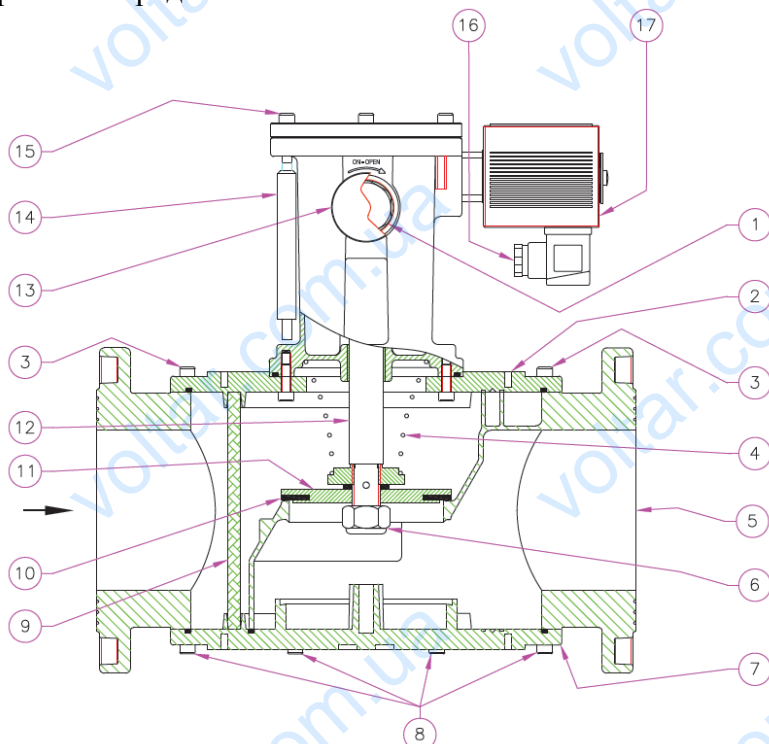
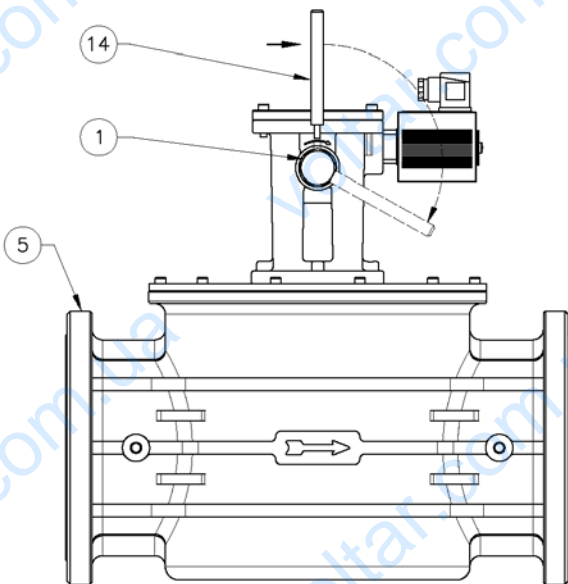

Рис. 3
Рис. 8
Для DN 65 ÷ DN 350 (Рис. 3) открутить фиксирующие винты 3 и снять крышку 2; проверить золотник 11 и, если это необходимо, заменить уплотнительное резиновое кольцо 10. Проверьте состояние фильтрующего элемента 9. При необходимости продуйте его воздухом или промойте в мыльном растворе. Затем собрать клапан в обратном порядке.
– для **DN 65 ÷ DN 150** (Рис. 3 и Рис. 8)